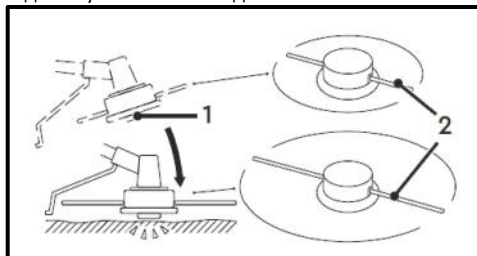

Рис. 43
- Вдарте натисною кнопкою (1) котушки по землі (Рис. 43). Робоча довжина ліски (2) повинна збільшитися, а надлишкова довжина ліски автоматично буде відрізана нерухомим обрізним ножом, який розташований на захисному кожусі;